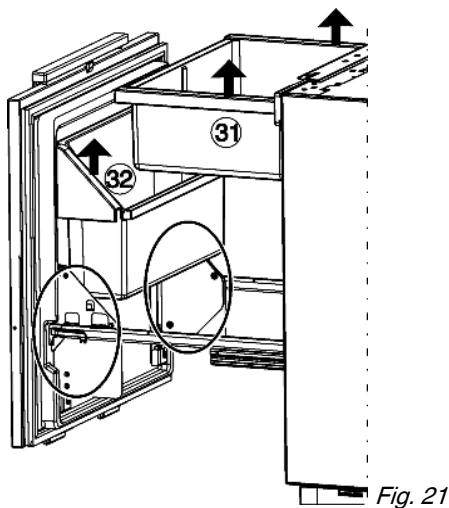

Fig. 21
► Soulever le bac à légumes Fig. 21 (31) et le porte-bouteilles Fig. 21 (32) vers le haut.
- Replacer le porte-bouteilles Fig. 21 (32) et le bac à légumes Fig. 21 (31).